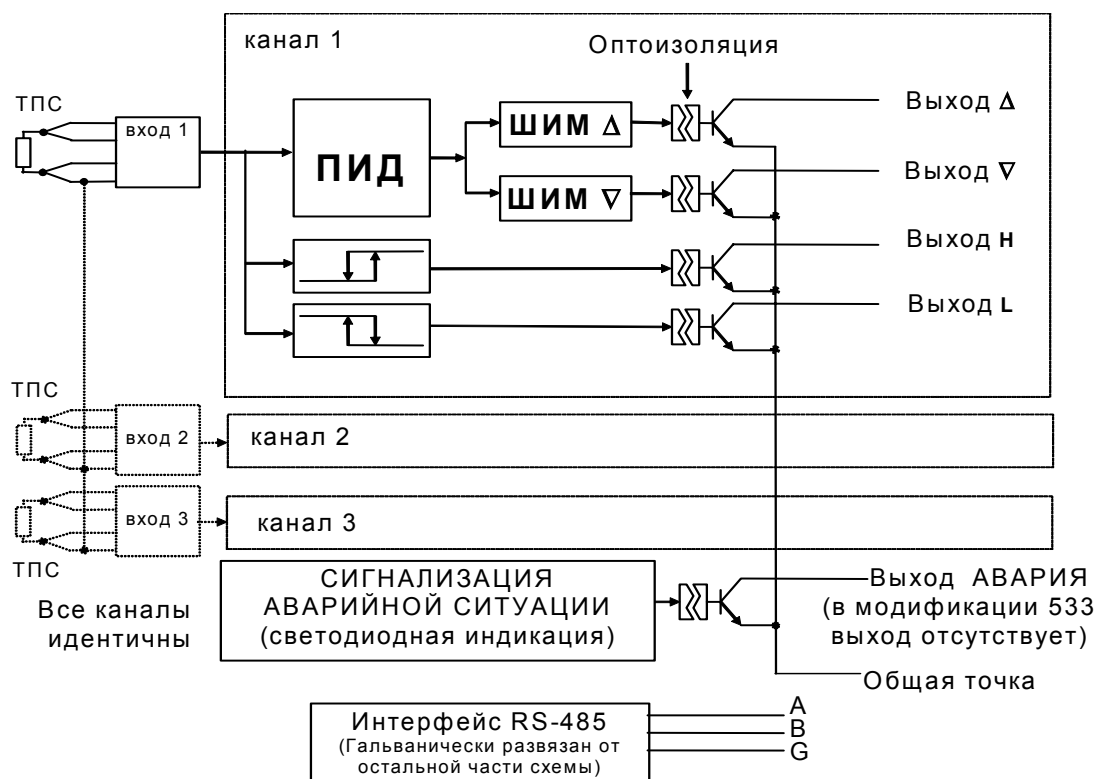

Рис. 3.1
3.1.1. Функциональная схема прибора приведена на рис.3.1.
3.4.1. Функциональная схема прибора, представленная на рис. 3.1, реали-